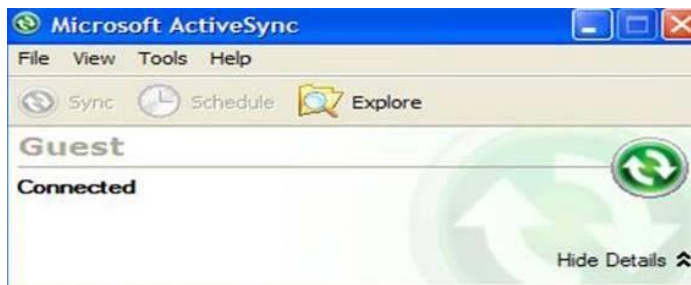

Figura 41. Menú del Active Sync
Una vez terminadas las pruebas de pre-medición y los datos iniciales del sitio específico para configurar el sistema, se puede comenzar el procedimiento de medición. El software proporciona un procedimiento paso a paso descrito a continuación. Se explica a detalle en las secciones siguientes. La figura 41 muestra los conceptos básicos para hacer una medición de gasto.
3. Abra ActiveSync en su PC (Figura 41).